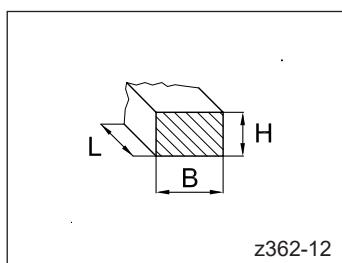

Abbildung 18: Abmessungen einer Holzplatte
- Die Höhe H der Holzlatte darf nur so groß sein, dass ein Kippen der Heißkanalbaugruppe ermöglicht wird. Die Höhe H muss zudem um einige Größenordnungen kleiner sein als die Breite B ( $H \ll B$ ), um ein Abrutschen der Heißkanalbaugruppe zu verhindern (siehe Abbildung 18).
- Die Auflagefläche L x B der Holzlatte muss ausreichend groß sein, damit die Heißkanalbaugruppe nicht beim Bewegen wegrutschen kann (siehe Abbildung 18).